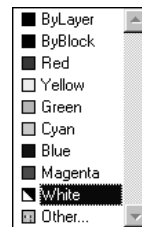

图 7-26 设置颜色
(4) Color Control。颜色控制。用户可以通过单击右边的下拉箭头得到如图 7-26 所示的颜色下拉列表来对图层的颜色进行控制。